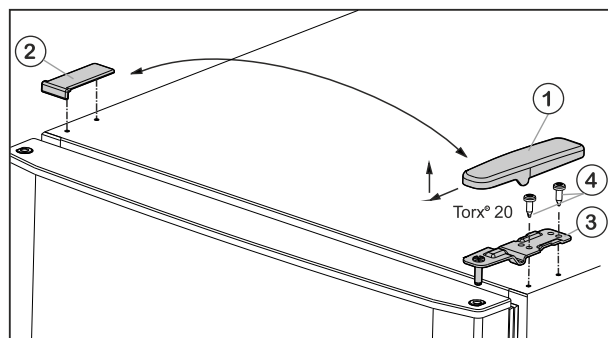

Fig. 5
- ▶ Enlever le cache Fig. 5 (1) vers l'avant et vers le haut.
- ▶ Retirer le cache Fig. 5 (2).
- ▶ Dévisser le support d'appui supérieur Fig. 5 (3) (2 Torx® 20) Fig. 5 (4) et retirer vers le haut.
- ▶ Mettre en place la porte supérieure sur le support de palier (13).
- ▶ Placer le support d'appui supérieur Fig. 5 (3) sur le nouveau côté charnière de porte.
- ▶ Revisser le support de palier (**en appliquant un couple de 4 Nm**) (2 Torx® 20) Fig. 5 (4). Utiliser au besoin une visseuse sans fil.
- ▶ Remettre en place l'habillage Fig. 5 (1) du côté opposé depuis l'extérieur et l'enclencher.
- ▶ Remettre en place l'habillage Fig. 5 (2) du côté opposé depuis le dessus et l'enclencher.